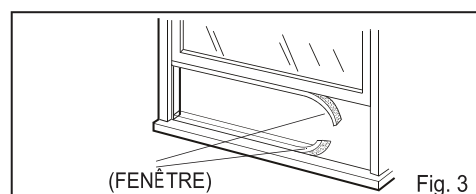

Fig. 3
3. Couper le sceau du sachet à la longueur appropriée. Retirer l'endos et fixer le Foam-PE au dessous de la fenêtre du sachet et du bas du cadre de la fenêtre. (Fig.3)